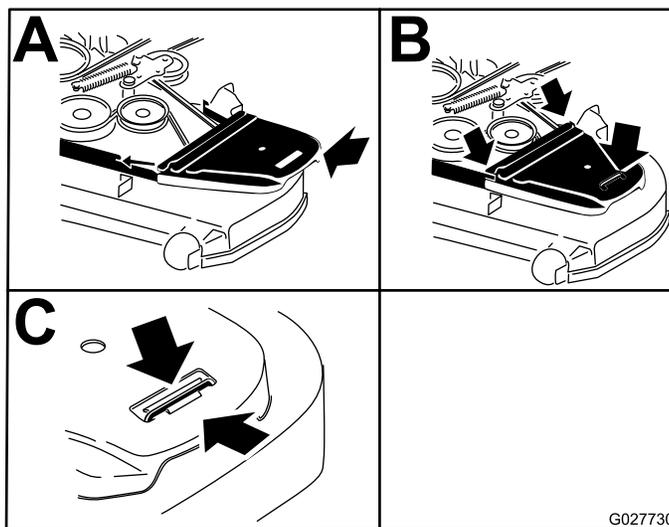

Figura 83
14. Montate i copricinghia e i relativi bulloni (Figura 83).